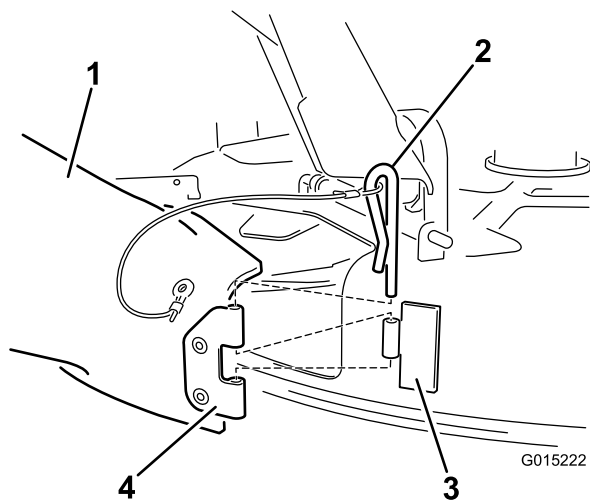

Figura 22
4. Individuate la guida di scarico tra le parti sciolte. Allineate i fori della cerniera sulla guida di scarico con la cerniera del piatto (Figura 22). Fissate la guida di scarico al piatto con la coppiglia sul cordone collegato alla guida.